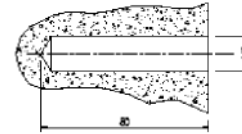

Figure 2
6. Percez des trous - 80 mm de profondeur (figure 2): vous devrez utiliser le foret béton de 13 mm.